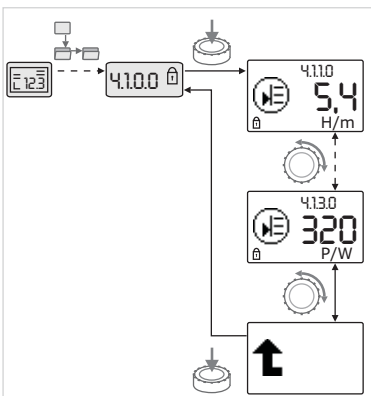

Fig. 36: Wywoływanie informacji
- Poprzez przekręcanie pokrętkę można poruszać się po menu typu „Informacja” w aktualnym podmenu (patrz Fig. 36). Objaśnienia symboli odpowiadających poszczególnym ustawieniom – patrz tabela w rozdziale 8.7 „Przegląd elementów menu”, na stronie 133.